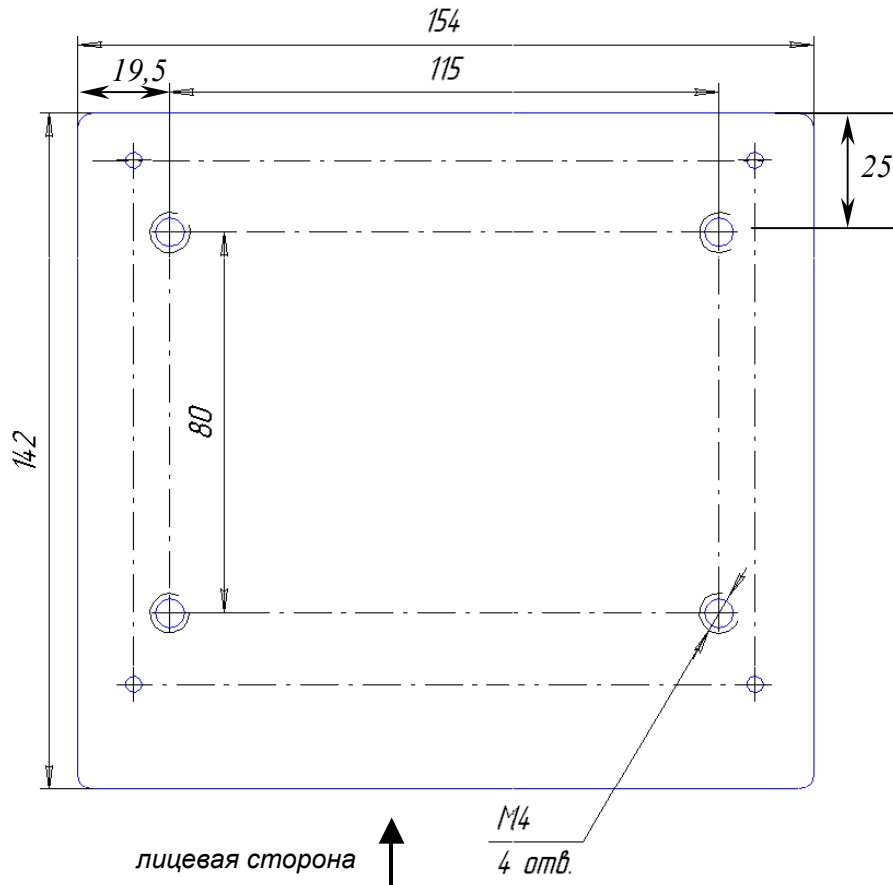

**Рисунок 6.4 - Вид ККМ спереди
6.2 Виды ККМ с указанием габаритных и установочных размеров приведены на рисунках (Рисунок 6.4 - Рисунок 6.6).
6.3.1 Необходимо обеспечить доступ к ККМ спереди для замены рулона ленты и проведения технического обслуживания и ремонта (габаритные размеры приведены на рисунках (Рисунок 6.4, Рисунок 6.5)).
6.3.4 Для надежного и безопасного крепления ККМ следует либо завинтить два винта на передней панели (e и f рисунка (Рисунок 6.4)) и закрепить четыре винта на основании.